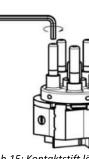

Abb.15: Kontaktstift lösen
1. Kontaktstift mit dem Innensechskantschlüssel aus der Halterung lösen und entfernen (Abb.15).